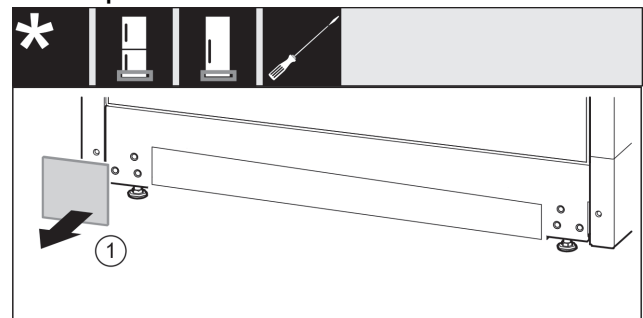

Fig. 12
- ▶ Ta av täckplattan. Fig. 12 (1)